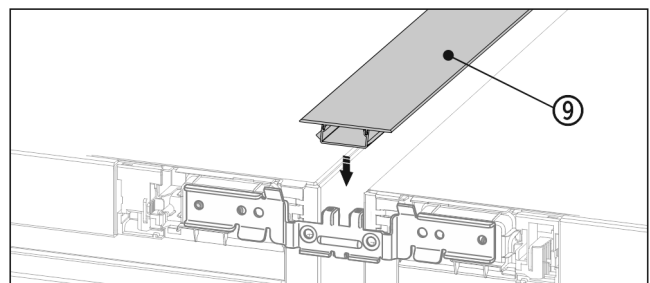

Fig. 20
- Sur le côté supérieur, pousser la baguette Fig. 20 (9) courte dans la fente horizontale.